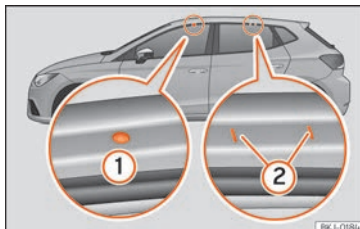

Fig. 131 Puntos de fijación de las barras longitudinales para el portaequipajes del techo.
Los puntos de fijación delanteros y traseros ① y ② sólo pueden verse con las puertas abiertas » **fig. 131.**